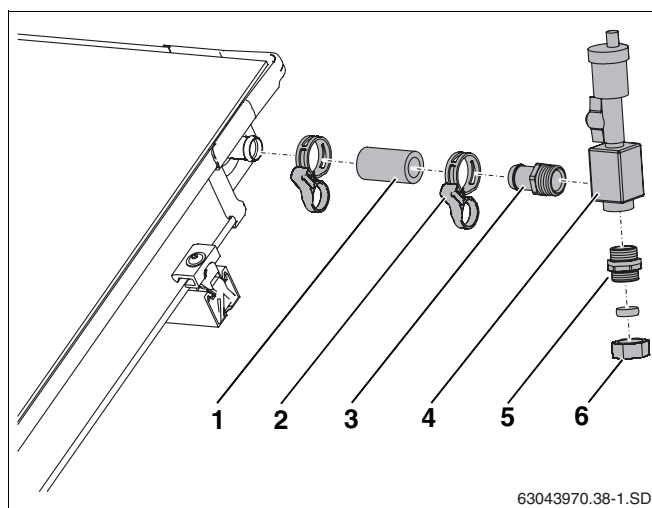

Fig. 60 Ligar o dispositivo de purga sobre o telhado
- Aplicar a mangueira solar (55 mm, fig. 60, **item 1**) na ligação de impulsão do campo de colectores e fixar à abraçadeira de mola.
- Aparafusar a bucha de mangueira R3/4 com O-Ring (fig. 60, **item 3**) à câmara de ar (fig. 60, **item 4**).
- Encaixar a bucha de mangueira (fig. 60, **item 3**) até ao encosto na mangueira solar e fixar com abraçadeira de mola (fig. 60, **item 2**).
- Aparafusar o casquilho duplo com o O-Ring à câmara de ar (fig. 60, **item 5**).
- Ligar o tubo colector à união roscada de anel de aperto (18 mm) (fig. 60, **item 6**).